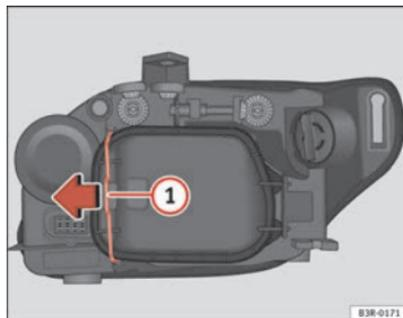

Abb. 208 Abblendlicht
Ein vorheriges Abnehmen des Deckels ⇒ Seite 283, Abb. 208 ist zwar nicht notwendig, erleichtert aber den Ersatz des Blinklichts. ■
- Den Spanner ⇒ Abb. 208 (1) in Pfeilrichtung bewegen und den Deckel abnehmen, indem zuerst die Seite des Spanners und danach die beiden Laschen des anderen Endes des Deckels abgenommen werden.